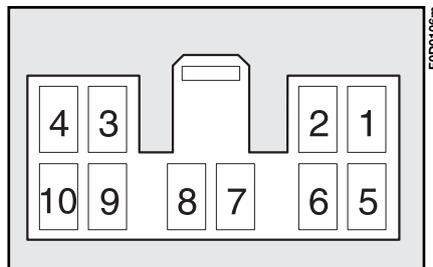

fig. 149
- câbles de raccordement à l'antenne bifonction et câblage avec connecteur à dix voies **fig. 149**;